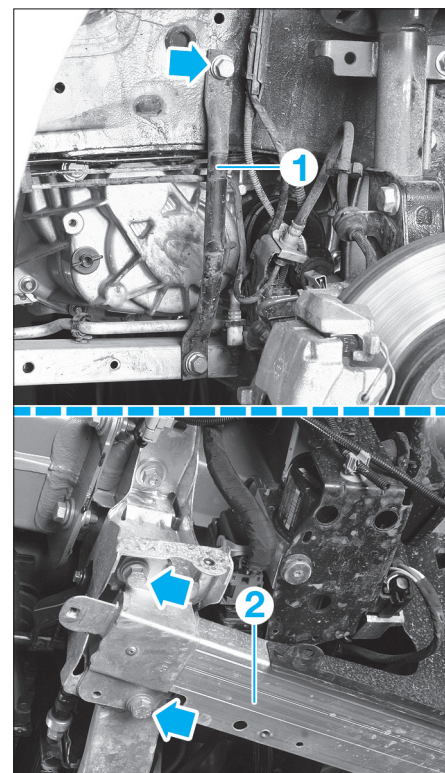

FIG. 2
- le tirant (1) et le longeron gauche (2) (fig. 2).